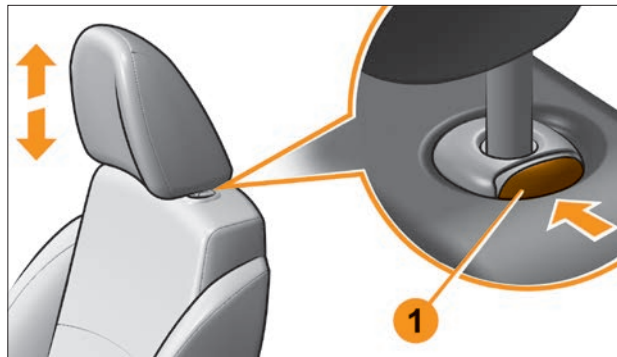

Рис. 2.1.6. Регулировка подголовников передних сидений
**Чтобы опустить его вниз**, нажмите одновременно на фиксатор **1** (рис. 2.1.6) и на подголовник.